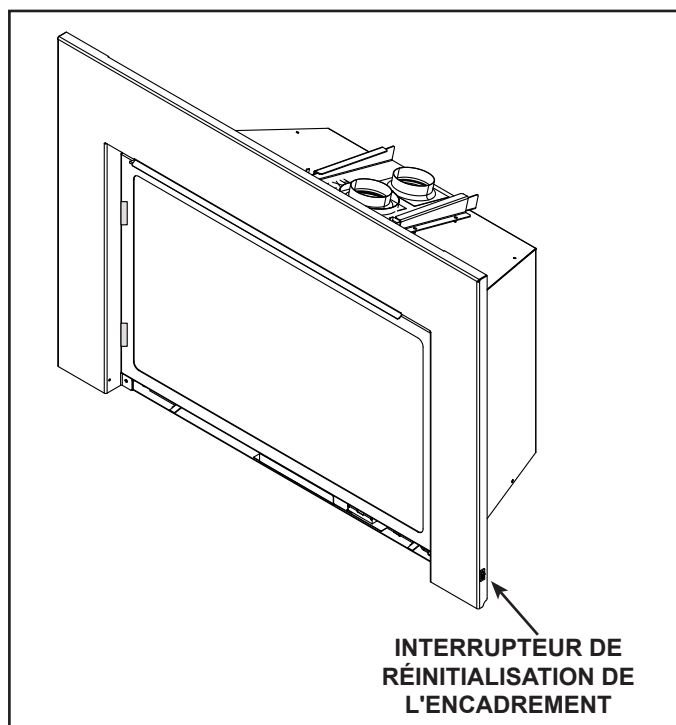

Figure 3.10 Interrupteur de réinitialisation de l'encadrement
- Réglez l'interrupteur de réinitialisation de l'appareil sur la position « OFF ». Voir la figure 3.10 pour l'emplacement de l'interrupteur de réinitialisation.